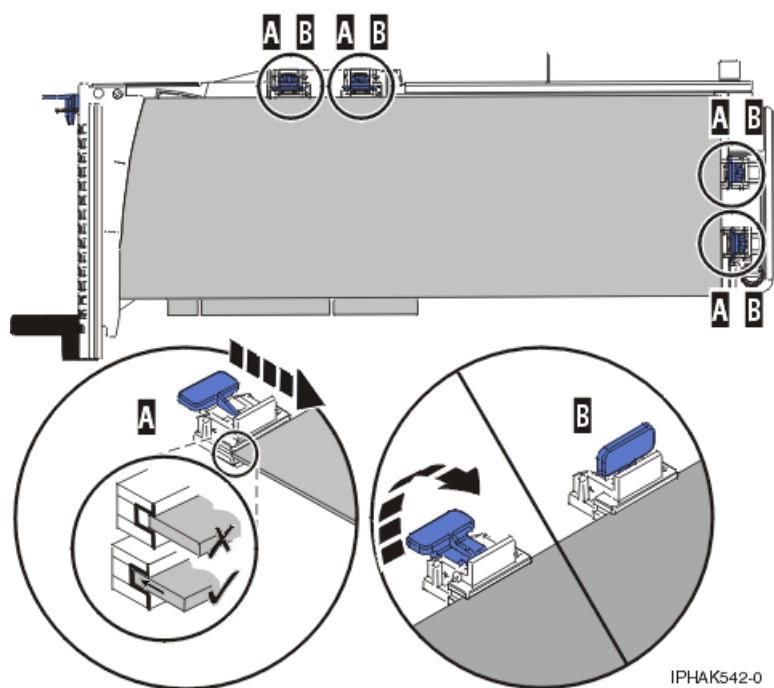

Figura 157. Adaptador llarg al casset d'adaptadors PCI amb els suports i l'estabilitzador al seu lloc
- 3) Col·loqueu les peces de retenció **(B)** i tanqueu-les. Consulteu Figura 157.